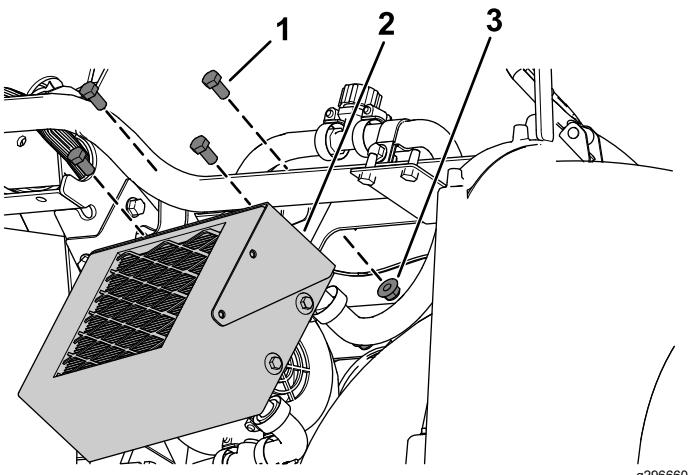

Рисунок 28
E. Прикрепите обогреватель к кронштейну обогревателя с помощью 4 болтов с шестигранными головками ($\frac{3}{8}$ x $\frac{3}{4}$ дюйма) и 4 фланцевых гаек ($\frac{3}{8}$ дюйма), как показано на Рисунок 28.